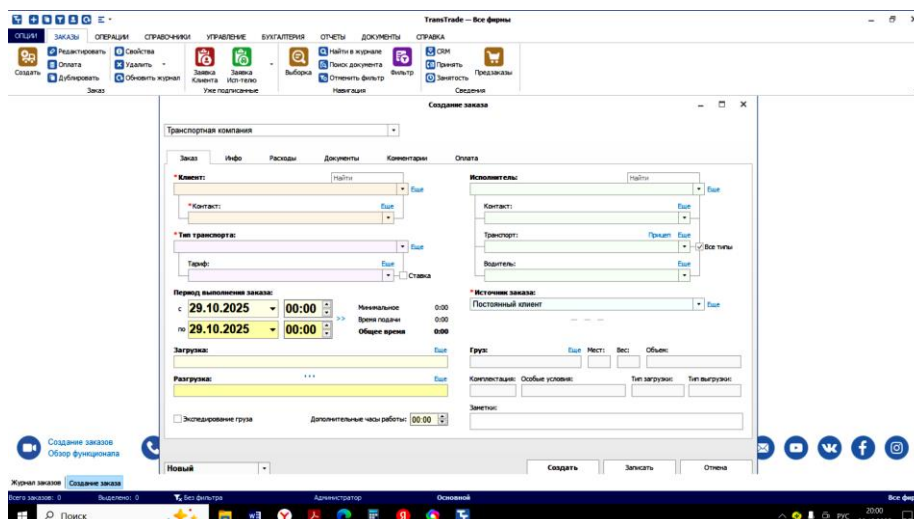

Рис. 4.1. Окно ввода информации по заявке
2. На начальной странице необходимо нажать на вкладку «создать». При этом откроется окно ввода информации по заявке (рис. 4.1).